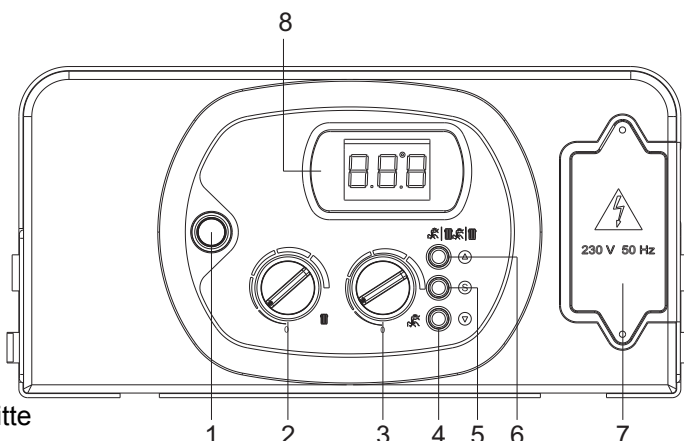

Abb. 1
- den Hauptschalter 1 (Abb. 1) auf Position "ON" hineindrücken;
- mit dem Knopf 6 (Abb. 1) durch Drücken die Betriebsart SOMMER oder WINTER wählen
- das Symbol der Betriebsart wird am Display 8 (Abb. 1) angezeigt.
- bei fehlerhafter Flammenbildung wiederholt das Gerät 3 x den Zündvorgang, bevor eine Störabschaltung mit der Fehlermeldung "E 01" (Zündfehler) erfolgt. Wenn dies der Fall ist, drücken Sie den Hauptschalter 1 (Abb. 1) auf Position "OFF"; ca. 5 Sekunden warten und dann den Hauptschalter 1 (Abb. 1) wieder auf Position "ON" hineindrücken. Mehr Informationen dazu im Kapitel "STÖRUNGSMELDUNGEN und STÖRUNGSBEHEBUNG" (Seite 37).